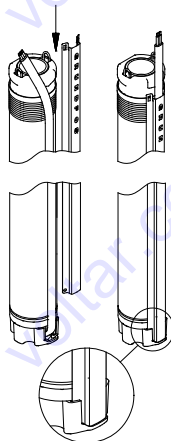

Fig. 9
2. Colocar el protector de cable en la ranura de la clavija del cable. Las dos lengüetas del protector de cable deben encajar con la esquina superior de la camisa de la bomba, ver fig. 9.